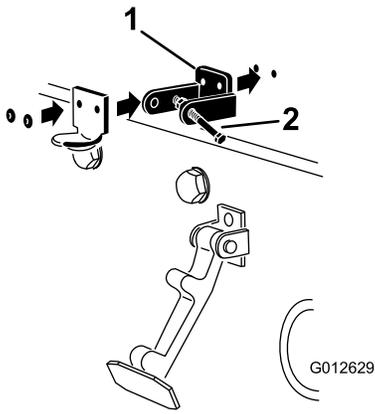

图 33
3. 对准安装孔的同时将 CE 锁定支架和机罩门锁支架放到机罩上。锁定支架必须紧贴机罩(图 33)。不要从锁定支架臂卸下螺栓和螺母总成。
5. 用铆钉将支架和垫圈铆定到机罩 (图 33)。